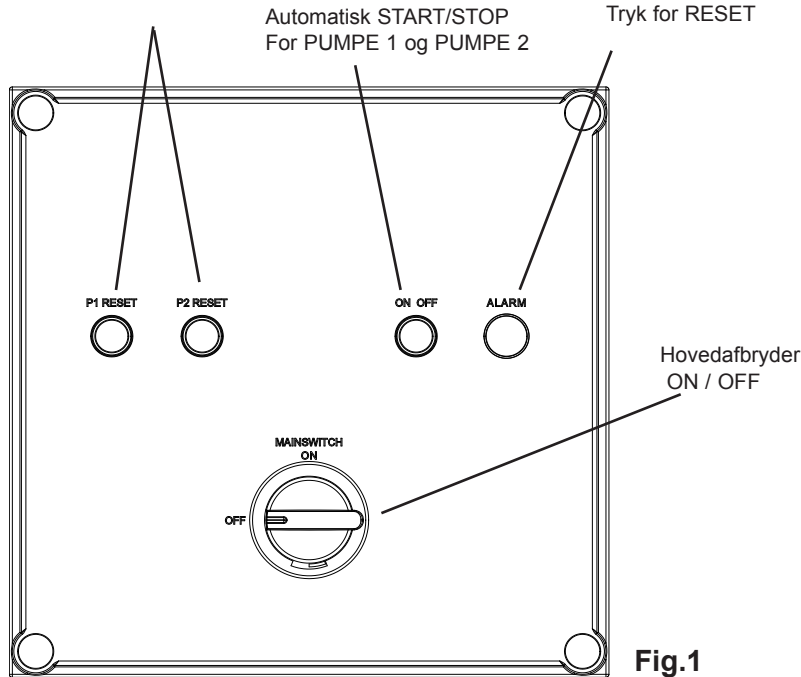
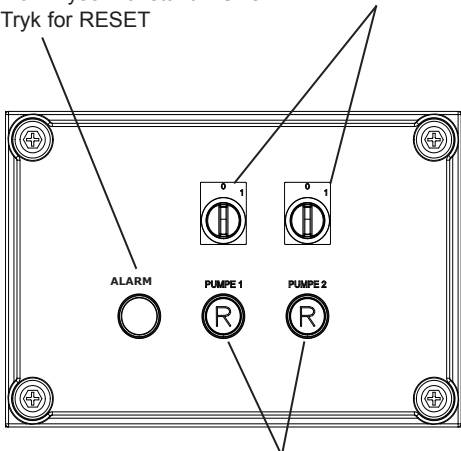

Fig.1
Fig. 2
Afhængig model og konfiguration af Deres maskine, er der som standard her beskrevet funktion for nedenstående 4 standard maskiner se FIG 1 og FIG 2. Anden konfiguration kan forekomme, men som princip kan denne vejledning dække alle modeller.
Automatikken styrer start/stop og kontrollere for vandmangel. (vha 2 stk flowswitch & 1 stk trykvagt) FIG. 2
Se Fig 2. Alarm (Vandtrykfald), blinker = afventer. Alarm (Vandtrykfald) lyser konstant = STOP.
4. Hvis en motor bliver overbelastet slår termorelæet ud. RESET af termorelæet ved tryk på knap mærket med R Motorværn vil nu kunne tillade en ny opstart. Se FIG 2
Microprocessor styrer og kontrollerer. (-vha 2 stk pressostater, 1 stk paddelflow & 1 stk trykvagt) FIG.1
3. Hvis vandtrykket er <0,5 Bar ind >*20 sek. slukke pumpe 1 og er vandtrykker stadig <0,5 Bar slukker også pumpe 2. Se Fig 1. Alarm, blinker = afventer. Alarm lyser konstant = STOP. Efter ALARM STOP nulstilles automatikken ved at trykke på ON/OFF en gang. Man skal herefter checke vandtilførslen, filtre o.s.v. for at sikre tilstrækkeligt vand til pumperne og anlægget kan genstartes.
4. Hvis en motor bliver overbelastet slår termorelæet ud. RESET af termorelæet ved tryk på knap mærket med R Motorværn vil nu kunne tillade en ny opstart. Se FIG. 1 * sekunder kan justeres efter behov.
3. Hvis en motor bliver overbelastet slår termorelæet ud. RESET af termorelæet ved tryk på knap mærket med R Motorværn vil nu kunne tillade en ny opstart. Se FIG. 1 * sekunder kan justeres efter behov.